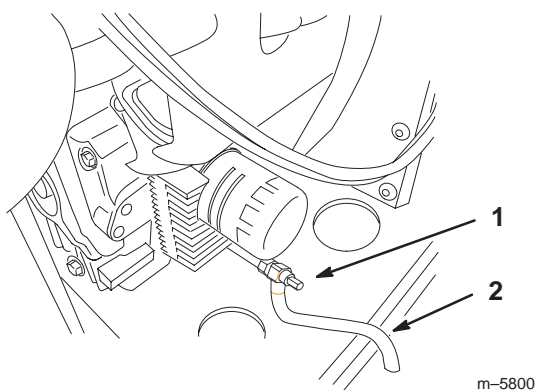

Figure 37
3. Placez le flexible sur le robinet de vidange pour diriger l'huile dans le bac de vidange (Fig. 37).
4. Placez un bac sous le flexible de vidange. Tournez le robinet de vidange d'huile pour permettre à l'huile de s'écouler (Fig. 37).
6. Enlevez le flexible de vidange. Rangez le flexible dans un endroit où vous pourrez le retrouver facilement lorsque vous en aurez besoin (Fig. 37).